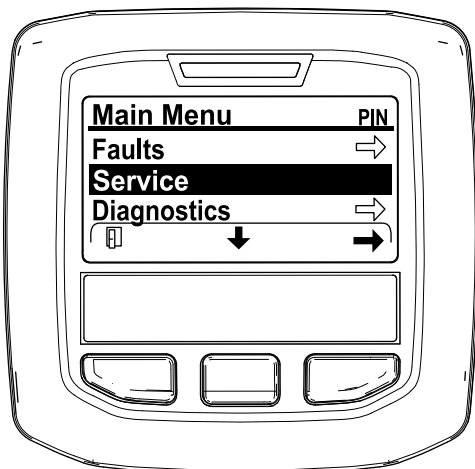

Figure 32
2. Naviguez jusqu'au MENU PRINCIPAL, appuyez sur le bouton central pour défiler jusqu'au MENU ENTRETIEN et appuyez sur le bouton de droite pour sélectionner l'option ENTRETIEN (Figure 32).